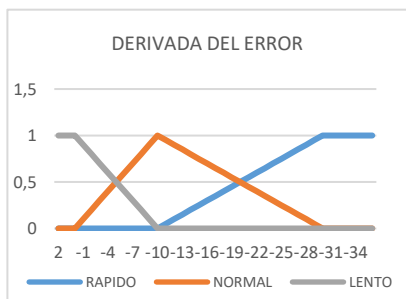

Figura 3. Conjuntos difusos derivada del error
**Derivada del error:** esta variable representa la variación del error a través del tiempo, es decir indica si el asistente está acercándose de manera rápida a un obstáculo, o si un objeto sólido ha aparecido de forma instantánea frente a este. Los conjuntos difusos están representados en la figura 3.